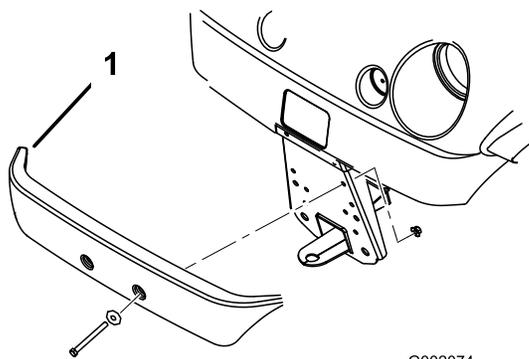

Figura 5
2. Alinee los taladros de montaje y fije el parachoques al bastidor con las fijaciones que retiró anteriormente (Figura 5).